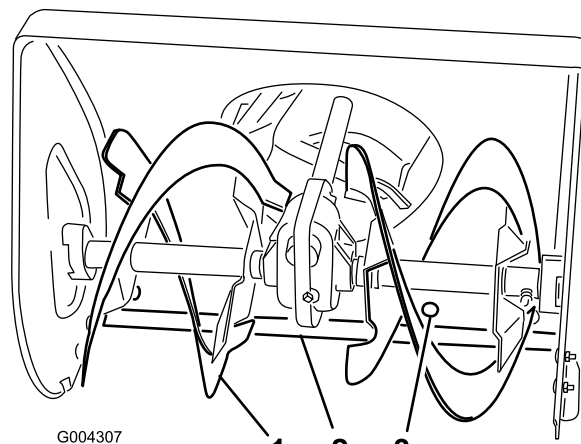

Figure 22
1. Côté du carter de fraise (2) 3. Patin (2)
2. Écrous à embase (4)
4. Placez un support sous les lames de la fraise pour qu'elles se trouvent à 3 mm au-dessus du sol (Figure 22).
6. Pour corriger la position de la lame racleuse, desserrez les 5 vis de fixation (Figure 22), mettez la lame de niveau à la hauteur voulue et resserrez les vis.